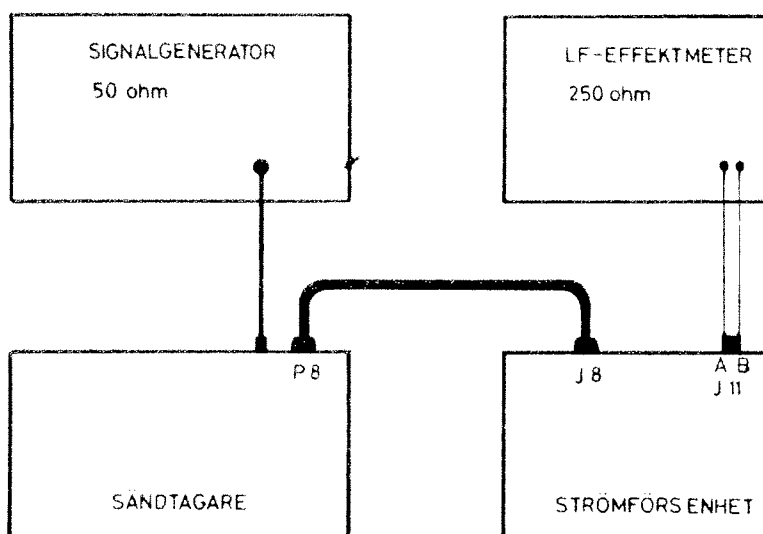

Bild 3
5.4.2 Anslut signalgeneratoren och LF-effektmetern enligt bild 3.